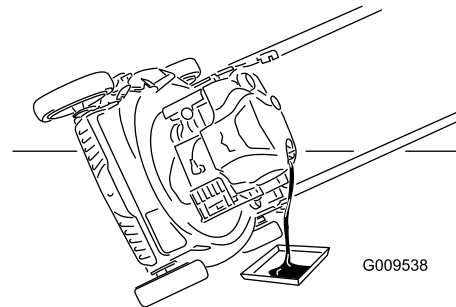

Figure 23
7. Basculez la machine sur le côté, tube de remplissage en bas, pour vidanger l'huile usagée dans le bac de vidange par le tube de remplissage (Figure 23).